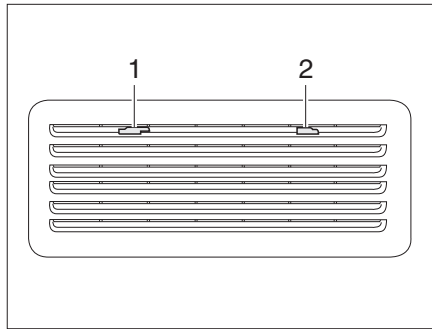
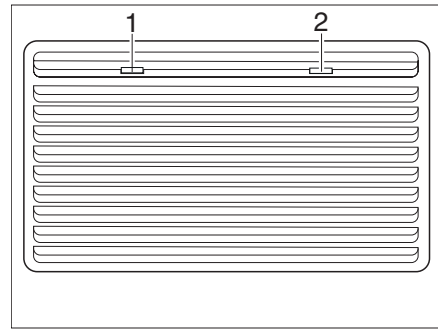

Bild 332 Kühlschrank-Lüftungsgitter (Thetford)
Bild 333 Kühlschrank-Lüftungsgitter (Thetford groß)
- Arretierungen (Bild 332,1 und 2 bzw. Bild 333,1 und 2) zur Mitte schieben.